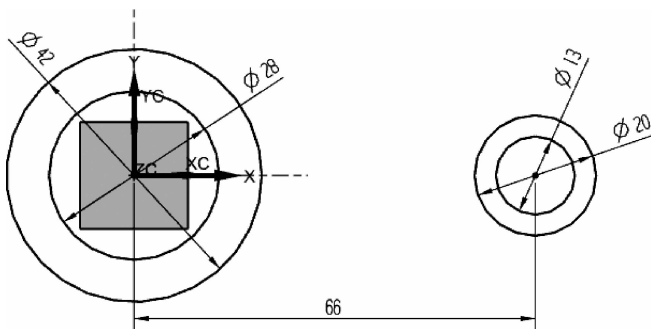

图 2-34 绘制 $\phi 13$ 和 $\phi 20$ 的圆
(4)创建 $\phi 13$ 和 $\phi 20$ 的圆。在“草图”工具条中单击 图标,在 X 轴上分别绘制 $\phi 13$ 和 $\phi 20$ 的圆,约束两圆同心,并将其与坐标系原点之间的距离设置为 66,如图 2-34 所示。